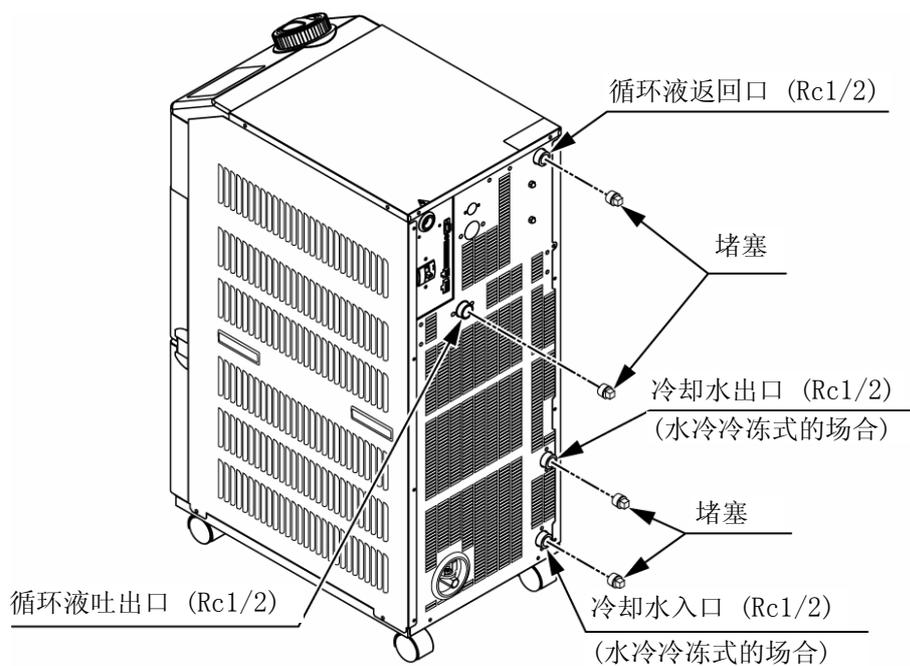

图 7-5 堵塞的安装
9. 请参照图 7-5 进行堵塞的安装，在本产品的循环液吐出口·返回口以及放热水出入口（水冷冷冻式的场合）处安装(Rc1/2)堵塞。